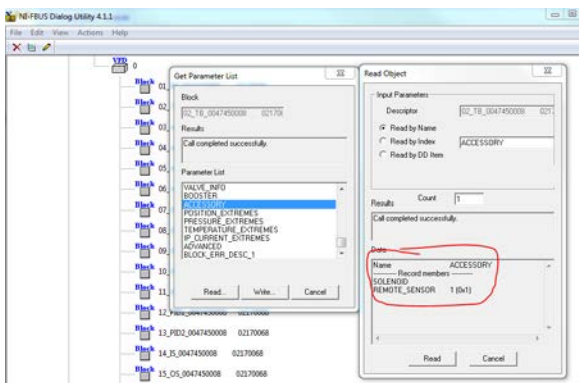

Рисунок 28. Диалоговая утилита NI
4. Убедитесь, что SVIFF настроен для дистанционного датчика с помощью диалоговой утилиты NI для просмотра настройки **Accessory Remote\_Sensor** (Вспомогательный дистанционный датчик) (Рисунок 28).